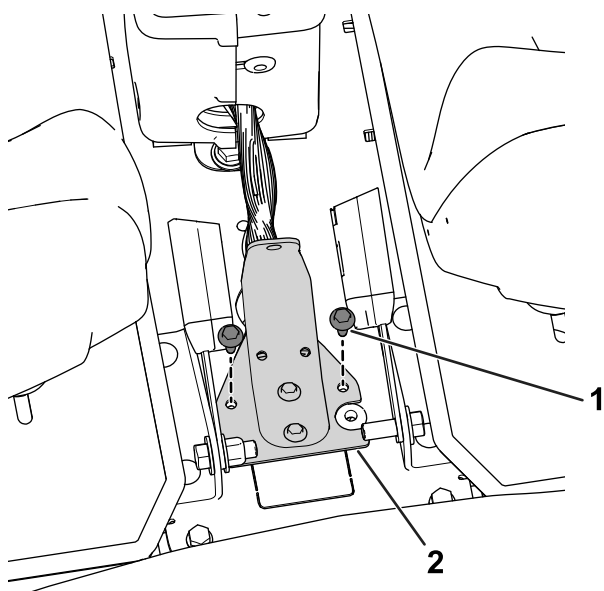

Рисунок 31
3. С помощью ранее снятых болтов прикрепите основание жгута проводки к пульту (Рисунок 31).